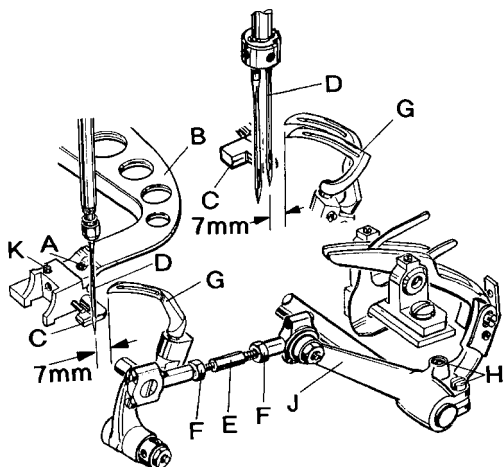
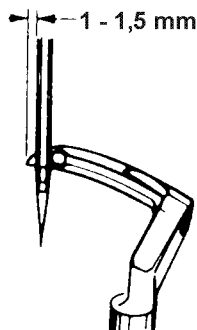
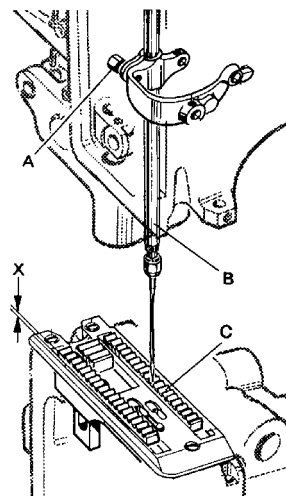
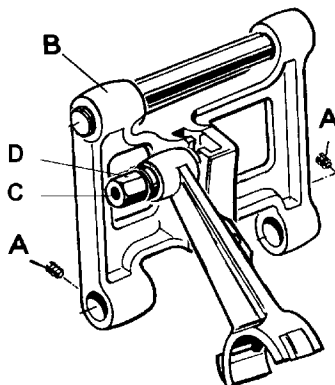

Fig. 10
Fig. 12
Fig. 13
Fig. 14
Remove the presser foot, throat plate and feed dog, for convenient access to the machine. Loosen the screw (A, Fig.10) in the feed bar (B) and push the feed bar needle guard (C) to the rear to avoid its contacting the needle(s) (D).
Set the looper connecting rod (E) so the distance (X, Fig. 12) between the centerlines of the two ball joints is 69.8 mm (2 3/4 in.). For adjustment loosen the two nuts (F, Fig.10) and turn connecting rod (E) forward or backward as required to obtain specified dimension, retighten nuts (F).
Zur bequemen Einstellung entfernen Sie Druckerfuß, Stichplatte und Transporteur. Lösen Sie die Schraube (A, Fig.10) im Transporteurträger (B) und drücken Sie den Nadelanschlag (C) nach hinten, damit er die Nadel(n) (D) nicht berühren kann.
Die Greiferverbindungsstange (E) muß so eingestellt sein, daß der Abstand (X, Fig. 12) von Mitte zu Mitte Kugelgelenk 69,8 mm beträgt. Zum Einstellen lösen Sie die beiden Muttern (F, Fig.10) und drehen die Verbindungsstange (E) vor oder zurück bis der erforderliche Abstand erreicht ist. Ziehen Sie die Muttern (F) wieder an.
Remove the face cover on machine arm. Rotate handwheel in operating direction until the looper point, moving to the left, projects 1 to 1.5 mm (.040 to .060 in.) left of the needle (see Fig. 12). Lower edge of looper and upper edge of needle eye must be flush in this position. If adjustment is necessary, loosen clamp screw (A, Fig. 13) in the needle bar connection and move the needle bar up or down, as required. Retighten screw (A) and remount face cover.
Entfernen Sie den Stirndeckel am Maschinenarm. Drehen Sie das Handrad in Nährichtung bis die sich nach links bewegende Greiferspitze 1 bis 1,5 mm links der Nadel steht (siehe Fig. 12). In dieser Stellung müssen Unter- und Oberkante Greifer und Nadelöhr bündig sein. Ist eine Einstellung notwendig, lösen Sie die Klemmschraube (A, Fig. 13) im Nadelstangenmitnehmer und schieben die Nadelstange (B) entsprechend nach oben oder unten. Ziehen Sie die Schraube (A) wieder an und montieren Sie den Stirndeckel.
At highest point of feed dog travel, the lower feed dog (C, Fig. 13) should be set so that the rear teeth project their full depth (X, Fig. 13) above the throat plate surface. For setting remove the lower feed dog and adjust the supporting screw (K, Fig. 10) on the top to the feed bar to the required height. Remount the lower feed dog. After loosening screws (A, Fig. 14) rear in the feed rocker (B) the feed bar with feed dog can be moved laterally to center the feed dog in the throat plate slots, if required. Retighten screws (A).
Im höchsten Punkt der Transporteurbewegung sollen die hinteren Zähne des unteren Transporteurs (C, Fig. 13) eine volle Zahnhöhe (X, Fig. 13) über die Stichplattenoberfläche hinausragen. Zur Einstellung entfernen Sie den Transporteur und stellen die Stützscharbe (K, Fig. 10) oben im Transporteurträger auf die entsprechende Höhe. Montieren Sie den Transporteur wieder. Nach dem Lösen der Schrauben (A, Fig. 14) hinten im Transportrahmen (B) kann der Transporteurträger bei Bedarf mit dem Transporteur seitlich verschoben und in den Stichplattenschlitzen vermittelt werden. Ziehen Sie die Schrauben (A) wieder an.
Stud (C, Fig. 14) for setting the stitch length is accessible from the outside.
The length of the stitch can be adjusted by raising or lowering the stud (C, Fig. 14) in the segment slot of the feed rocker (B). Lowering stud (C) will lengthen the stitch, raising the stud will shorten the stitch. After loosening nut (D), stud (C) can be moved accordingly. When the desired stitch length is obtained, retighten nut (D).
Der Bolzen (C, Fig. 14) zur Einstellung der Stichlänge ist von außen zugänglich.
Die Stichlänge kann durch Höher- oder Tieferstellen des Bolzens (C, Fig. 14) in der Nut des Transportrahmens (B) verändert werden. Tieferstellen des Bolzens (C) verlängert den Stich, Höherstellen verkürzt ihn. Nach Lösen der Mutter (D) läßt sich der Bolzen (C) entsprechend verschieben. Wenn die gewünschte Stichlänge eingestellt ist, ziehen Sie die Mutter (D) wieder an.
The needle guard (C, Fig. 10) has to be set so, that it just contacts the needle at its most forward point of travel, without deflecting it.
Loosen screw (A, Fig. 10) in the feed bar (B) and adjust the needle guard (C) accordingly. Retighten screw (A).
Der Nadelanschlag (C, Fig. 10) muß so eingestellt sein, daß er in der vordersten Stellung seiner Bewegung gerade die Nadel berührt, aber nicht ablenkt.
Zur Einstellung lösen Sie die Schraube (A, Fig. 10) im Transporteurträger (B), und stellen den Nadelanschlag (C) entsprechend ein. Ziehen Sie die Schraube (A) wieder an.